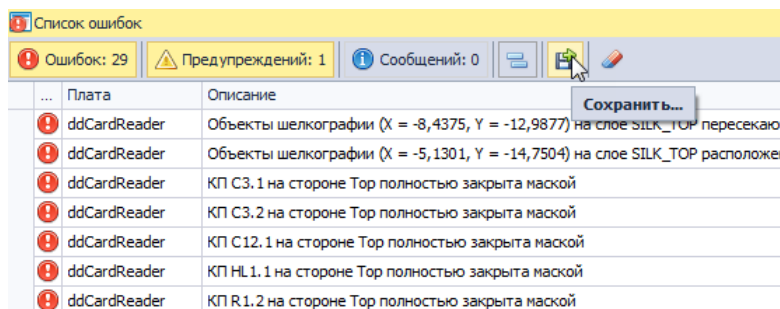

Рис. 471 Экспорт списка нарушений
1. Навести курсор на инструмент «Сохранить в...», обозначенный значком  и нажать левую кнопку мыши, см. Рис. 471.